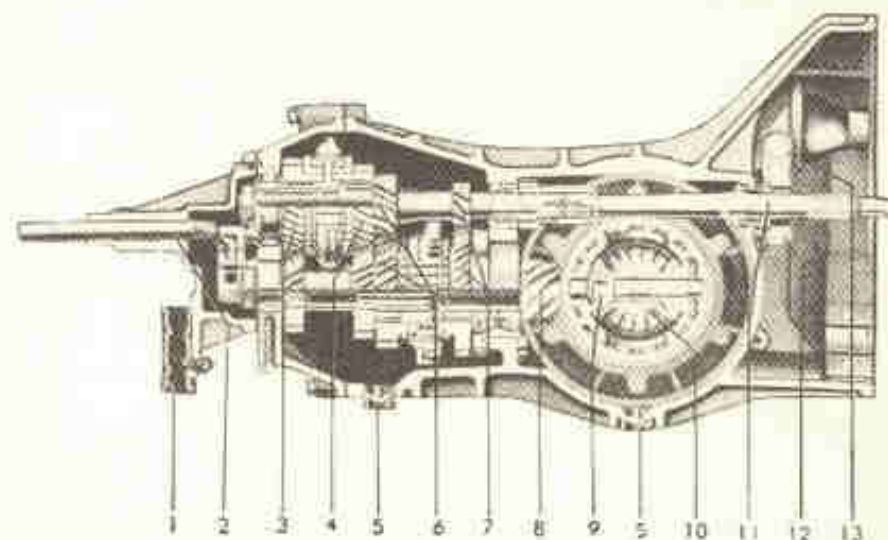

Fig. 1-K — Corte da caixa de mudanças e diferencial
Internamente, as engrenagens e sincronizadores se distribuem em duas árvores, a primária e a secundária, além do eixo da engrenagem de marcha-a-ré. A árvore primária se divide em duas partes, a dianteira (1, fig. 5-K) e a traseira (2). As figs. 1, 2 e 5-K ilustram a caixa de mudanças sob vários aspectos, mostrando, inclusive a nomenclatura das peças.